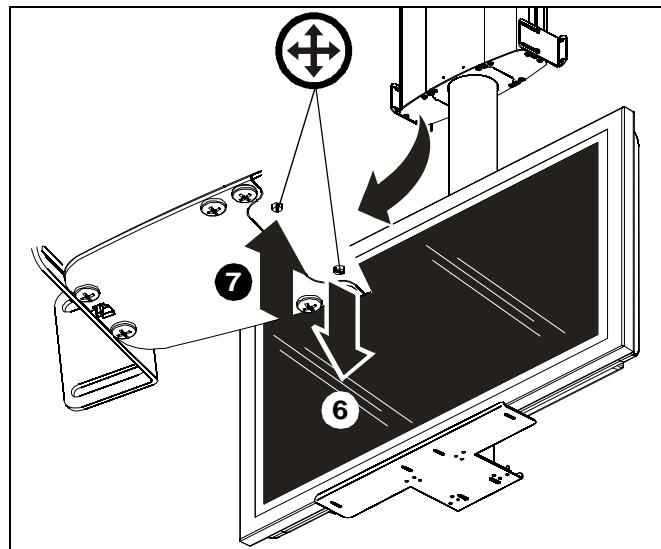
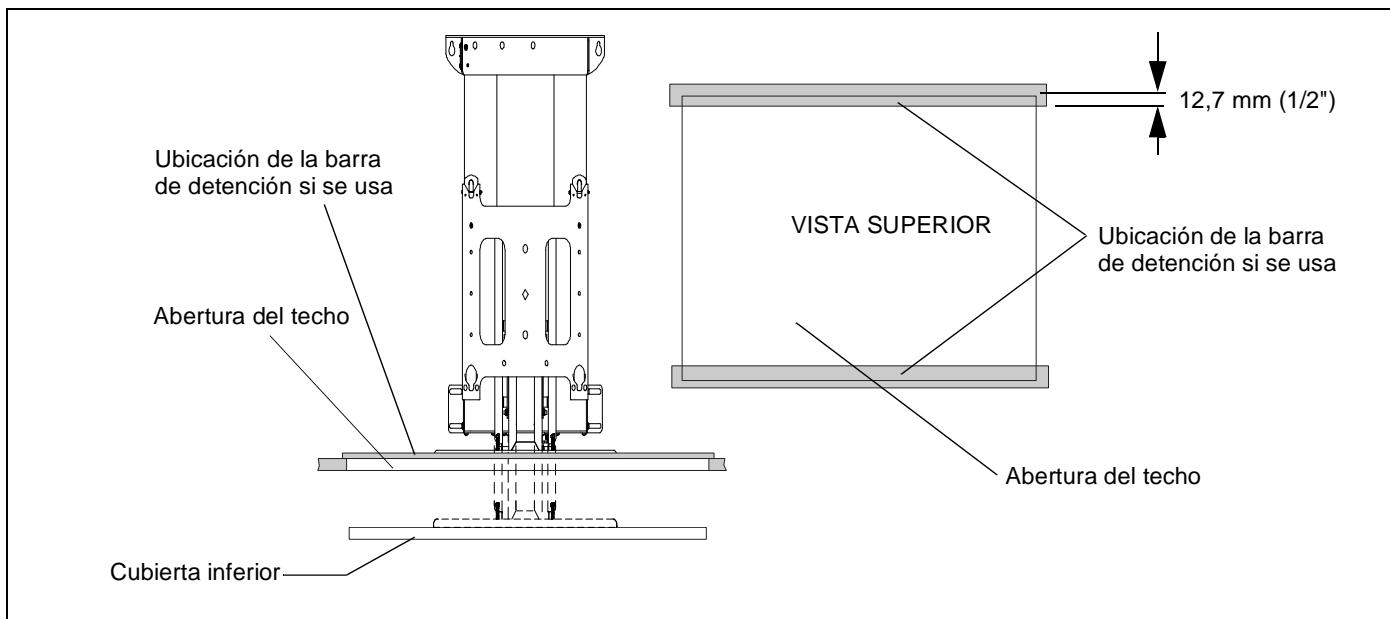

Figura 26
Figura 27
desplazamiento de 12,7 mm al ubicar el soporte. Asimismo, deberá colocar una barra de detención a lo largo del borde superior delantero y trasero de la abertura del techo. La barra debe abarcar todo el ancho del borde delantero y trasero de la abertura y sobresalir hacia afuera 12,7 mm como mínimo. Consulte la sección "Ajuste del desplazamiento de la cubierta inferior" en la página 14. (Consulte la Figura 27).
En el lateral superior derecho del soporte, hay un tornillo para ajustar el límite de desplazamiento ascendente y un tornillo para ajustar el límite de desplazamiento descendente. (Consulte la Figura 27).
8. Ajuste el desplazamiento hasta que la cubierta inferior quede a ras del techo. (Consulte la Figura 26 y la Figura 27).